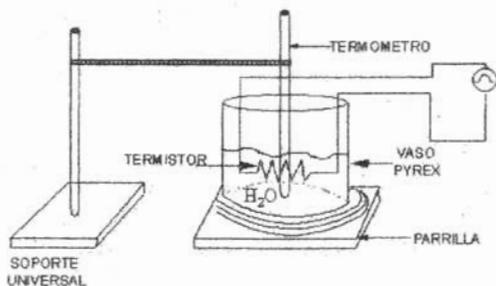

Figura 2.19
p) Arme el dispositivo que se muestra en la figura 2.19.